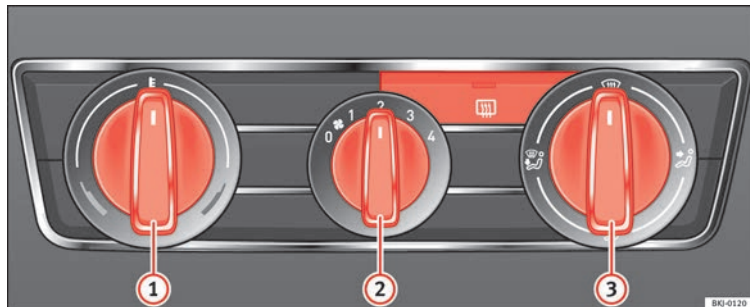

Fig. 172 Comandi del riscaldamento sulla plancia portastrumenti.
- Ruotare verso sinistra la manopola di regolazione della temperatura » fig. 172 ①.
- Ruotare la manopola della ventola ② posizionandola su uno dei livelli compresi tra 1 e 4.
- Indirizzare il flusso dell'aria nella direzione desiderata servendosi della manopola di regolazione ③.
- Ruotare verso destra la manopola di regolazione della temperatura » fig. 172 ① portandola sul livello desiderato.
- Ruotare verso destra la manopola di regolazione della temperatura » fig. 172 ① portandola sul livello di riscaldamento massimo.
- Ruotare la manopola della ventola ② fino al livello 4.
- Ruotare la manopola della temperatura » fig. 172 ① portandola nel settore del riscaldamento.
- Ruotare la manopola della ventola ② posizionandola su uno dei livelli compresi tra 2 e 3.